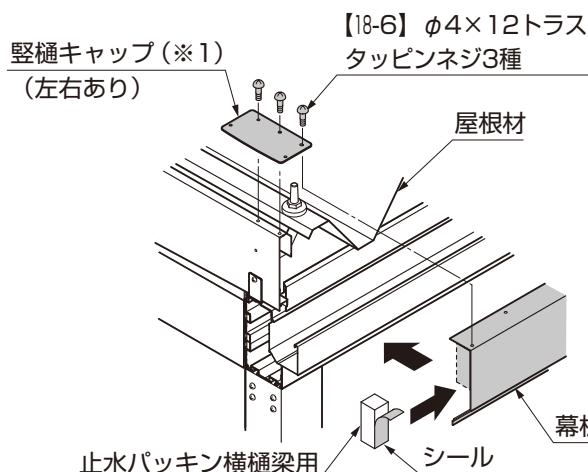

図17-2 A部詳細図
- ④幕板桁用水下用を堅樋キャップに【18-6】で取付けてください。(図17-2参照)